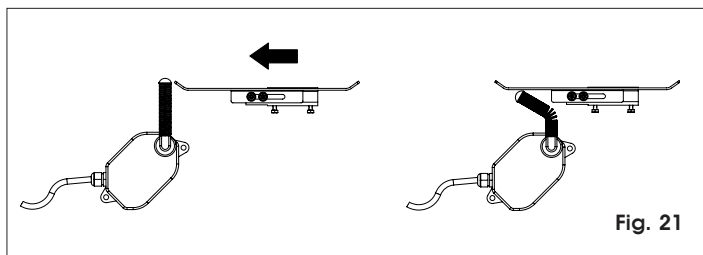

Fig. 21
- a) Il lamierino deve attivare il finecorsa sulla parte sagomata come da Fig. 21.